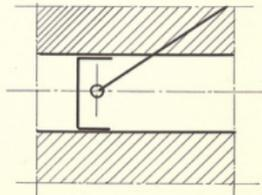

Fig. 3.
- articulation d'une pièce de bielle. Fig 3.